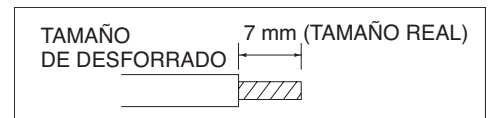

Fig. 26
- (1) Corte el extremo del cable con alicates de corte, luego pele la aislación para exponer el cable aproximadamente 7 mm. Véase la etiqueta (Fig. 26) cerca de la placa del terminal.
- (2) Usando un destornillador, suelte el tornillo del terminal en la placa del terminal.
- (3) Inserte el cable y apriete el tornillo del terminal completamente usando un destornillador.